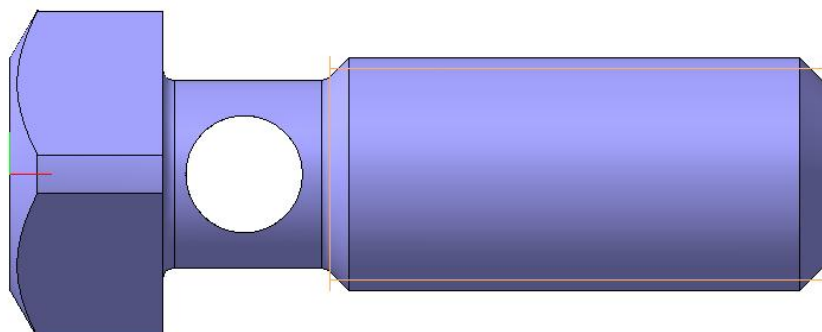

Рис. 105
6. Выделите в дереве построения команду **Сечение по эскизу**  и из контекстного меню выберите команду «Исключить из расчета». Выберите ориентацию **Вид спереди**, рис. 105.